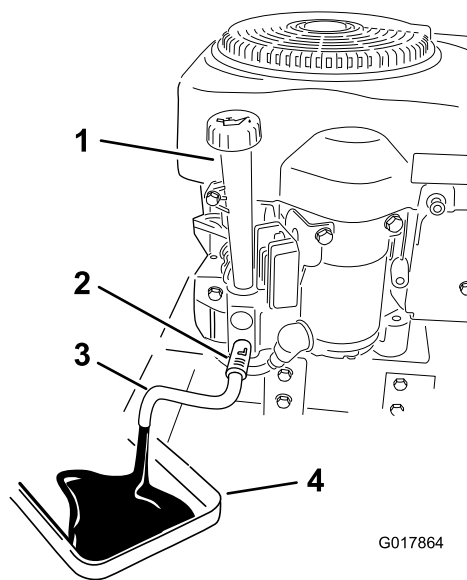

Figura 30
4. Limpie la zona alrededor del tapón de vaciado, situado en el bastidor de la máquina. Localice el tubo de vaciado y colóquelo sobre la válvula de vaciado (Figura 30).
6. Coloque un recipiente debajo de la máquina, directamente debajo del tubo de vaciado, según se muestra en Figura 30.
7. Gire la válvula de vaciado 1/4 de vuelta en el sentido contrario a las agujas del reloj para abrirla y dejar que el aceite se drene. Retire el tapón de llenado/varilla (Figura 30).
10. Vierta lentamente el 80% aproximadamente de la cantidad especificada de aceite por el orificio de llenado (Figura 30). Compruebe el nivel de aceite; consulte Verificación del nivel de aceite.